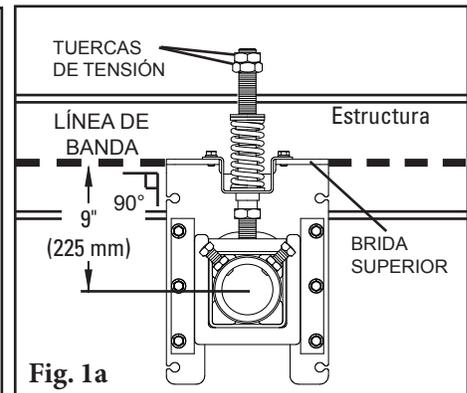

Fig. 1a
1. **Instale las bases de montaje del tensor de resorte.** (Para la tensión de empuje consulte las instrucciones adicionales en la página 8). Con una mordaza coloque la base de montaje en posición de manera que la brida superior de la base esté alineada con la banda (Fig. 1a). Atornille o suelde la base de montaje en su lugar. Ubique e instale la base de montaje en el lado opuesto. Ajuste las tuercas de tensión en cada lado de manera que el centro del montaje del eje de torsión sea de 225 mm (9") debajo del transportador de banda.
1. **Instale las bases de montaje del tensor de aire y agua.** Con una mordaza coloque la base de montaje en posición de manera que la base esté al ras con la banda (Fig. 1a). Atornille la base de montaje en el lugar. Ubique e instale la base de montaje en el lado opuesto.